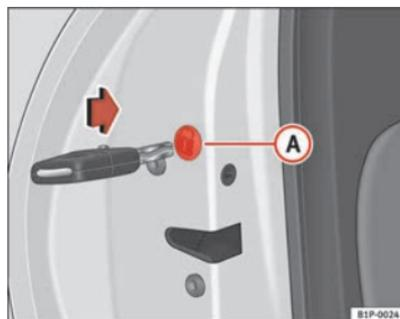

Fig. 60 Verrouillage d'urgence des portes
Ouvrez la portière et retirez le cache (A) ⇒ fig. 60, sur lequel un cadenas est dessiné. Vous verrez apparaître une pièce circulaire et pivotante avec une rainure au centre. Introduisez la clé dans la rainure et tournez la pièce dans le sens horaire pour les portes de droite et dans le sens anti-horaire pour les portes de gauche. ▶